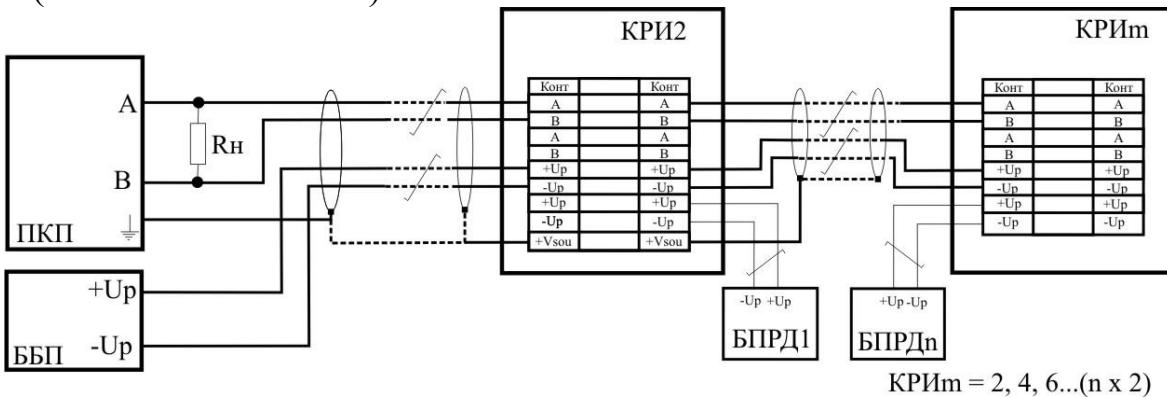
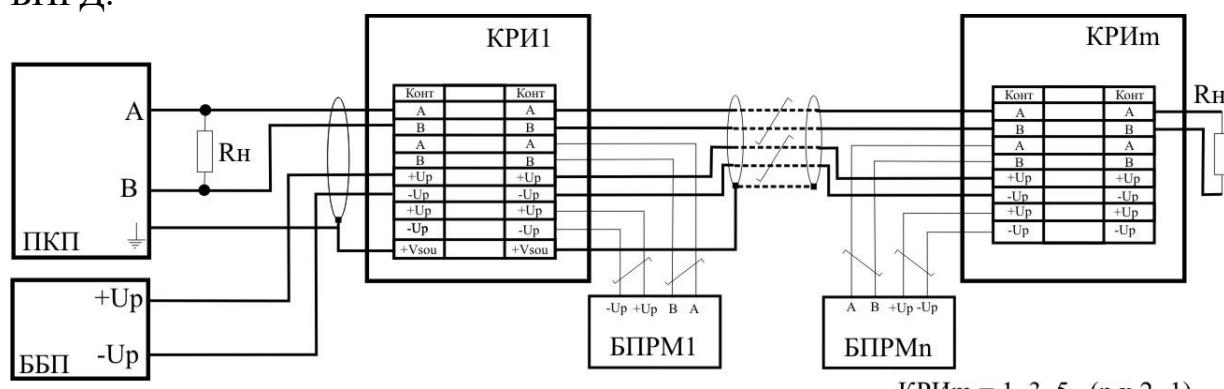

Рис. 10.3
Рис.10.4
10.6.2 Кабель БПРД подключить к зажимам КРИ (КССТ-1, КССТ-2, КС-1, КС-2 или др.) в соответствии с маркировкой, рис.10.3 и табл. 10.3. (табл. 10.4 для модификации «С»). На КРИ последнего БПРД можно не подключать линию связи RS-485 (контакты «А» и «В»).
10.6.3 **Кабель БПРМ** подключить* к зажимам КРИ * в соответствии с маркировкой на КРИ (КССТ-1, КССТ-2, КС-1, КС-2), рис. 10.4 и в табл. 10.5 (в табл. 10.6 для модификации «С»). На рис. 10.3 показаны только подключения БПРМ, начиная с первого. Необходимо учитывать, что БПРМ, как правило, чередуются с БПРД.